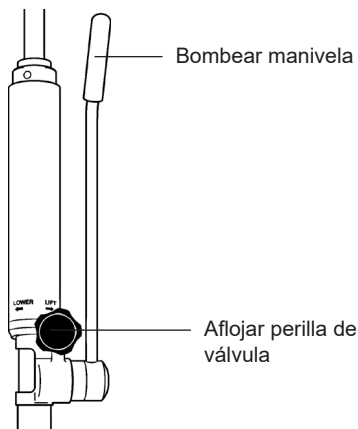

Fig. 10
6. Cierre la válvula de liberación de la unidad hidráulica (Fig. 10) girando el pomo negro totalmente hacia la derecha.
7. Bombee la manivela (Fig. 10) de la unidad hidráulica y confirme que el sistema eleva el brazo.